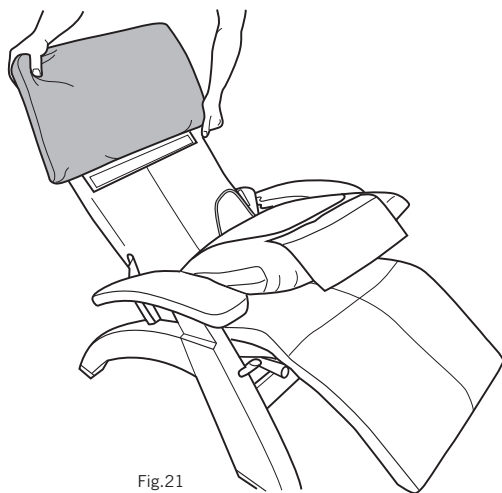

Fig.21
2. Faites glisser le coussin d'appui-tête avec dos complet couvrant le cadre d'appui-tête (Fig. 21).